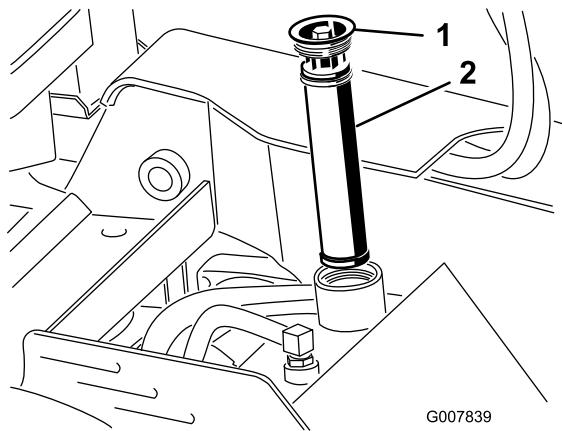

Figure 55
5. Déposez l'ancien filtre et mettez-le au rebut (Figure 55).
6. Mettez en place le filtre hydraulique de rechange et le bouchon de remplissage (Figure 55), et serrez le boulon sur le dessus à un couple de 13 à 15,5 Nm (110 à 140 po-lb).
6. Enlevez le bouchon de remplissage du réservoir hydraulique ainsi que le filtre (Figure 55).
12. Mettez en place le filtre hydraulique et le bouchon de remplissage (Figure 55), et serrez le boulon sur le dessus à un couple de 13 à 15,5 Nm (110 à 140 po-lb).